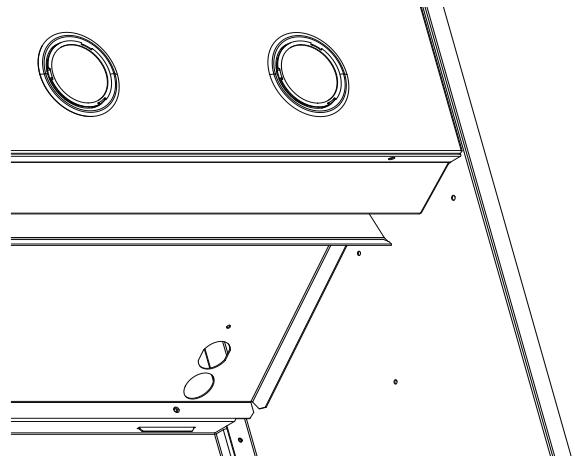

Figura 15: Cableado a través de la pieza principal
- Pase la manguera por el agujero de la pieza principal (Figura 15).